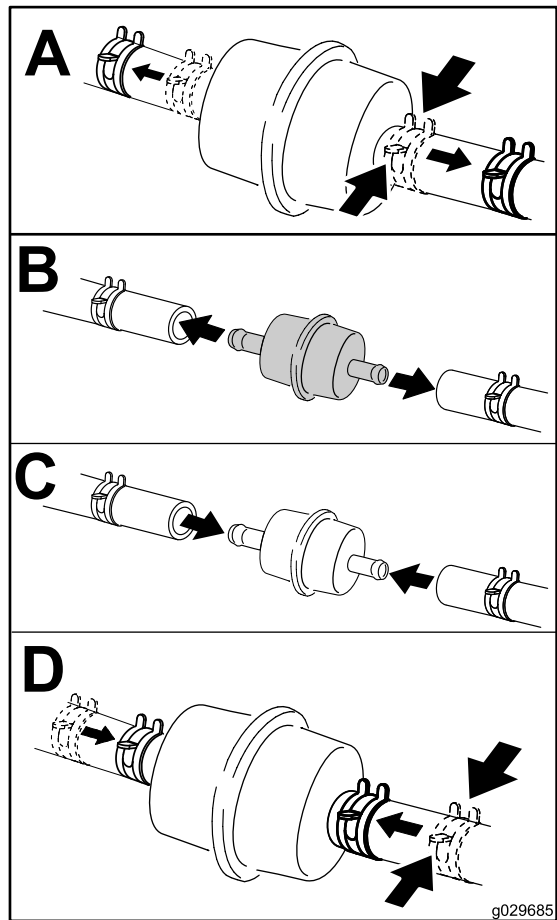

图 42
6. 如**图 42**所示在燃油滤清器下面放置一个清洁容器并更换燃油滤清器。